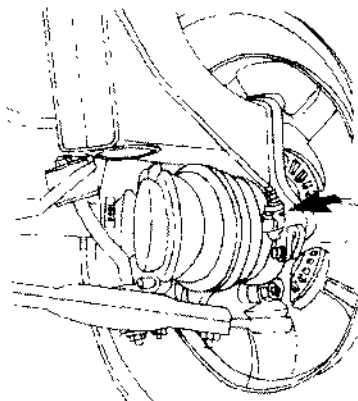

图 7.46 拆卸前轮速度传感器
④ 拔下传感器导线插头, 如图 7.46 箭头所示, 拆下传感头固定螺栓, 取下传感器。